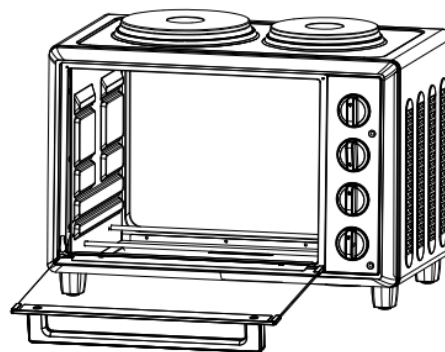

Fig. 11
8. Si va a asar a la parrilla o tostar, deje la puerta del horno entreabierta (Fig. 11).